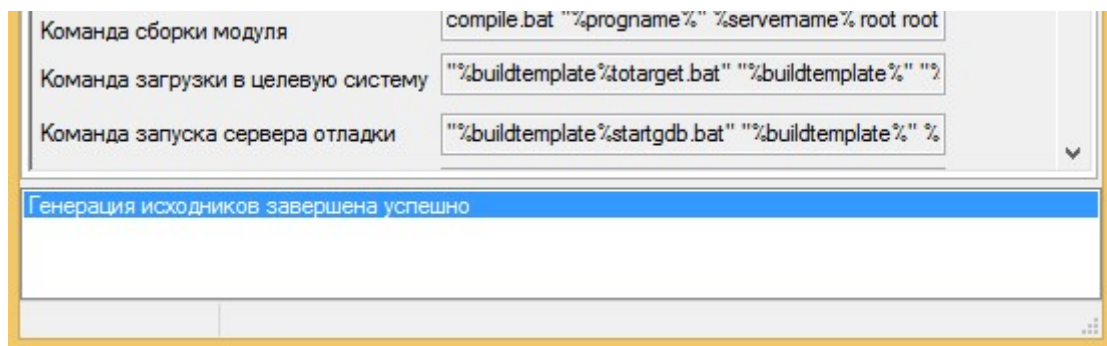

Рисунок 16 – Сообщение «Генерация исходников завершена успешно»
7. Вернемся на вкладку «**Загрузка**». Нажмем на кнопку «**Пересобрать модули и конфигурацию**». В окне сообщений кодогенератора появится запись «**Генерация исходников завершена успешно**» (Рисунок 16).